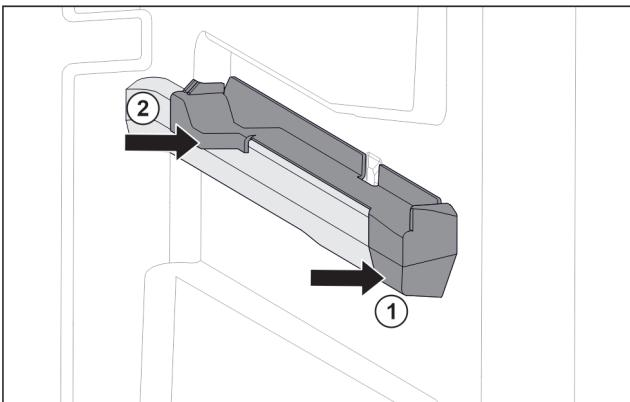

Fig. 94 Nasazovací díl na pravém žebrování na nádobu
- Nasadte nasazovací díl na žebrování na nádobu. Fig. 94 (1)
- Přitlačte nasazovací díl k zadní části. Fig. 94 (2)